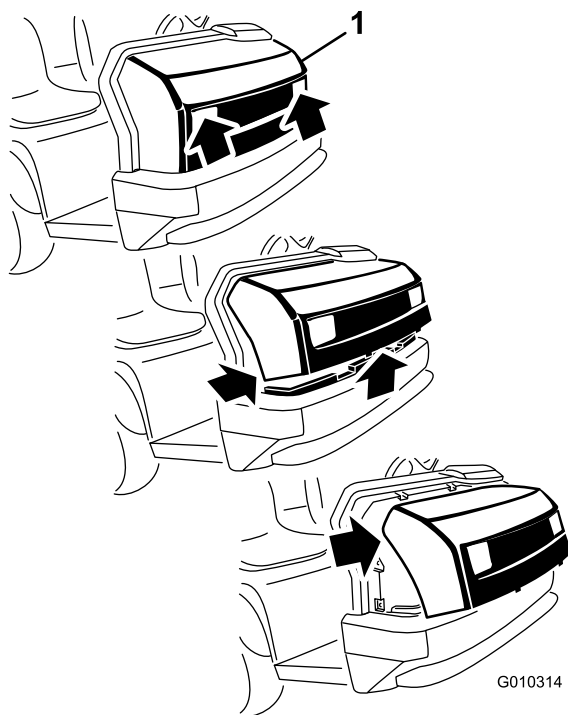

Figura 35
1. Afferrate il cofano dalle aperture dei fari, sollevatelo per sganciare le linguette di montaggio inferiori dalle fessure del telaio (Figura 35).
2. Ruotate verso l'alto la parte inferiore del cofano in modo da estrarre le linguette di montaggio superiori dalle fessure del telaio (Figura 35).
3. Ruotate in avanti la parte superiore del cofano e scollegate i connettori dei fili dai fari (Figura 35).
2. Inserite le linguette di montaggio superiori nelle fessure del telaio (Figura 35).
3. Inserite le linguette di montaggio inferiori nelle fessure del telaio (Figura 35).